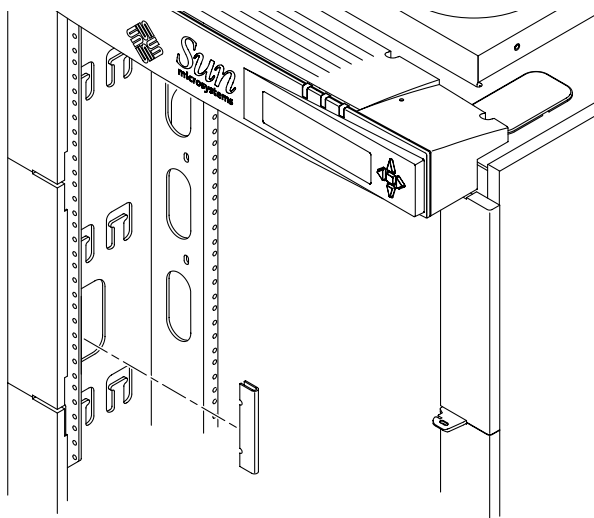

图 3-5 安装机柜护罩
2. 将机柜护罩上的 V 型切口与相应编号的孔对齐，然后按压护罩中部，直到护罩靠紧机柜边缘为止（图 3-5）。